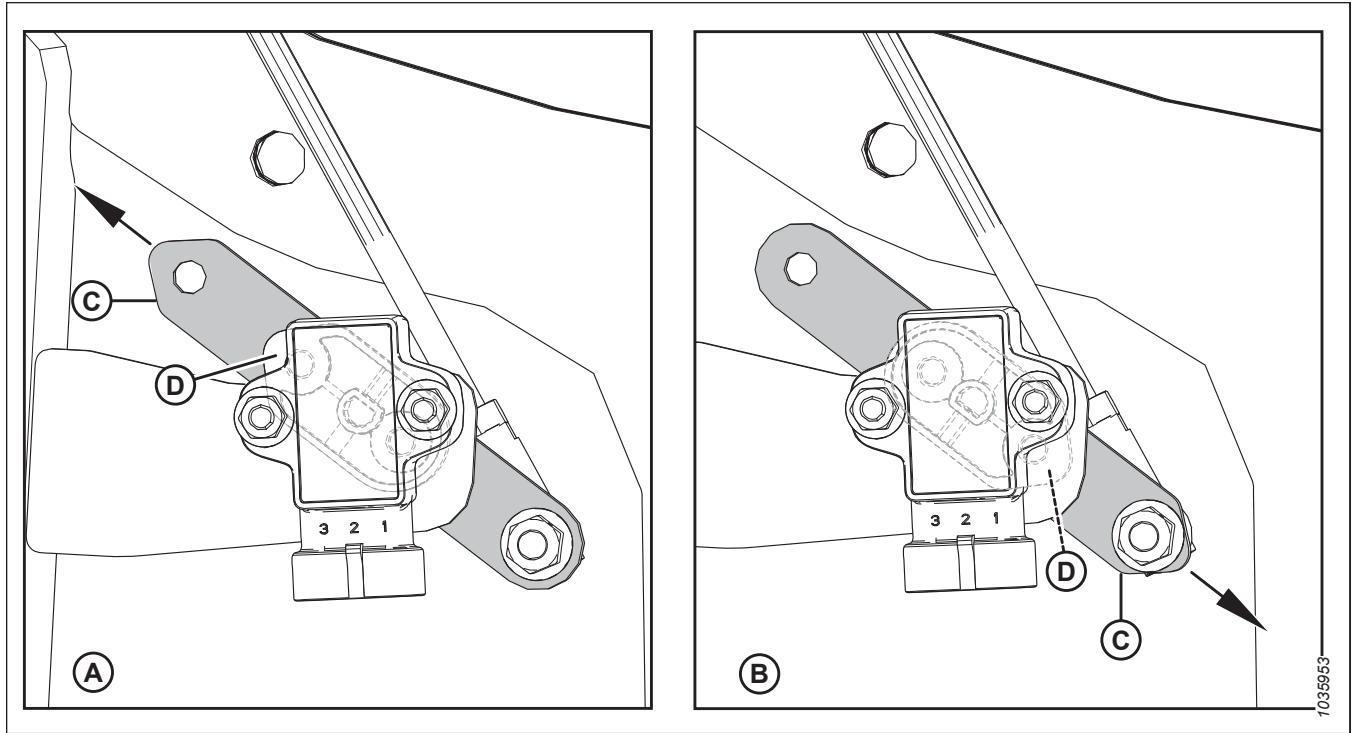

Figura 3.329: Configuraciones de brazo/puntero del sensor
4. Verifique que el brazo del sensor (C) y el puntero (D) estén configurados correctamente para su máquina, consulte la figura 3.329, página 223.